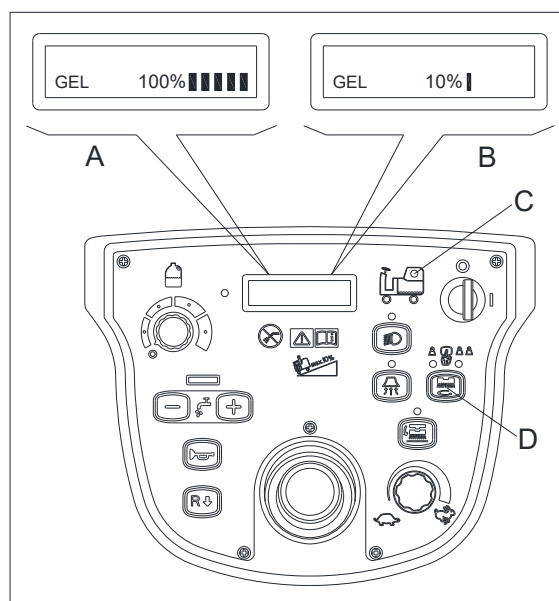
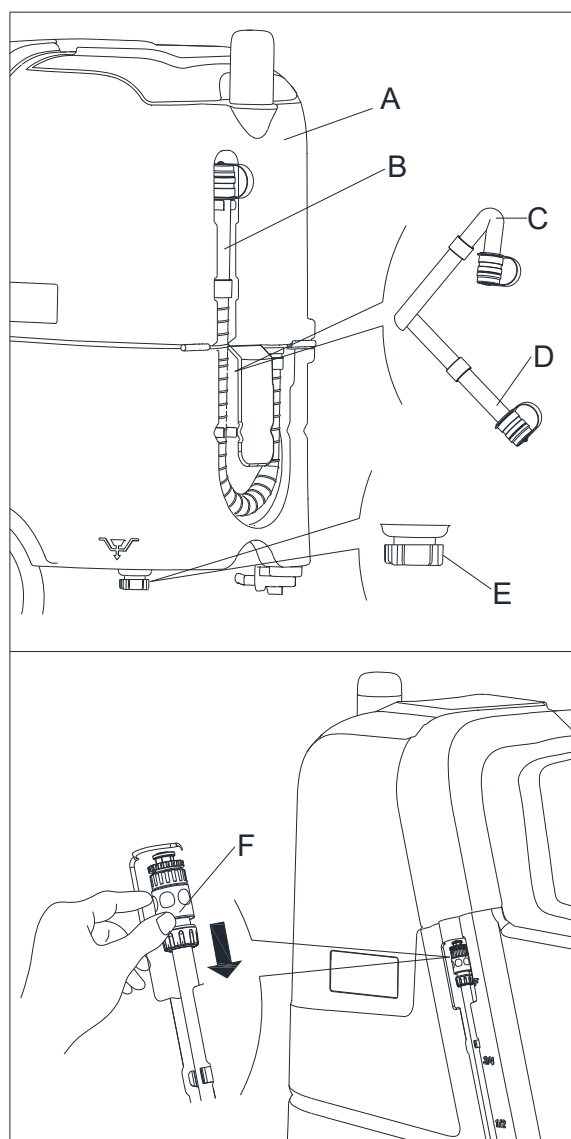

Figura 15
Figura 16
Când bateriile sunt încărcate, patru dreptunghiuri cu “100%” vor apărea în partea dreaptă de jos al ecranului LCD (A, Figura 15). Atunci când doar un singur dreptunghi cu “10%” este afișat (B, Figura 15), asta înseamnă că bateria este descărcată, și motorul periiilor și cel de aspirare nu vor mai funcționa. Încărcați bateriile.
Atunci când LCD roșu (C, Figura 15) se aprinde, acesta indică că rezervorul de rezervă (A, Figura 16) este plin, motorul de aspirare nu mai funcționează și nu usucă suprafața; drenați rezervorul de rezervă în felul următor:
3. Drenați rezervorul folosind furtunul de drenaj (B, Figura 16), și după aceasta curățați-l.
Când se evacuează apa uzată, furtunul de drenaj trebuie împăturit (C, Figura 16) și pus pe o poziție joasă (D, Figura 16) înainte de a deschide capacul de la furtunul de drenaj. Nu evacuați apa uzată în poziția verticală a furtunului pentru a se evita stropirea cu apă murdară a operatorului.
2. Goliți rezervorul de soluție prin capacul (E, Figura 16). Și apoi clătiți rezervorul cu apă curată. Apa poate fi de asemenea drenată prin deconectarea legăturii de drenaj (F, Figura 16).